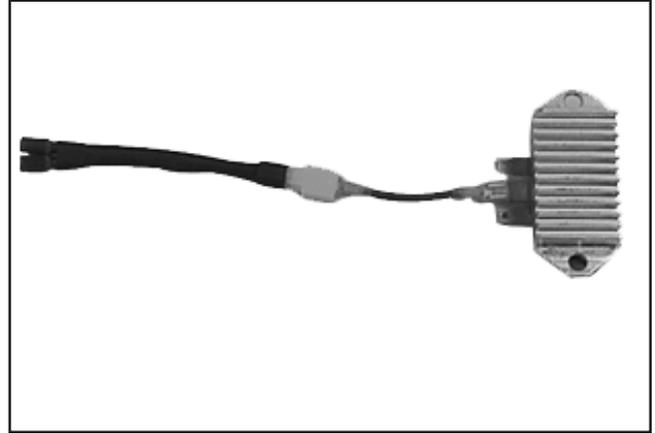

Figure 8-28.
1. Connecter l'adaptateur du conducteur simple entre la borne B+ (centrale) du redresseur-régulateur testé et l'extrémité carrée simple du conducteur tandem de l'adaptateur. Voir la Figure 8-28.